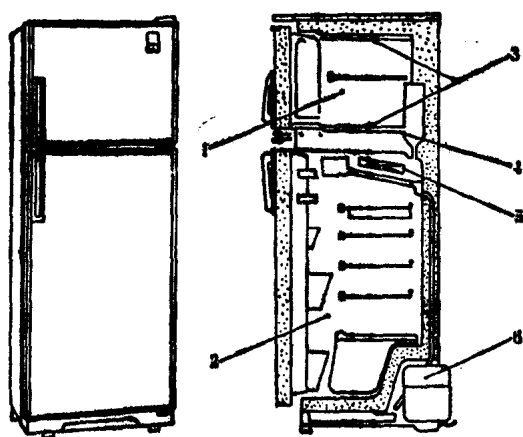
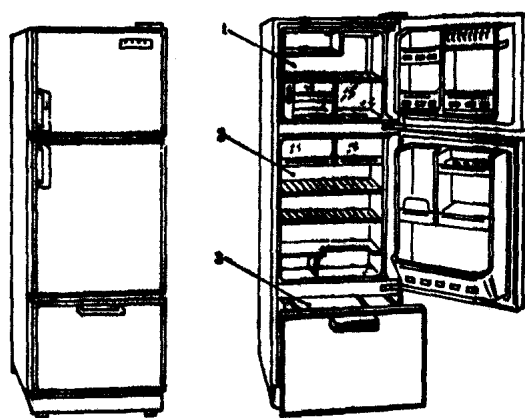

图1-1-4 直冷式冷藏冷冻箱
图1-1-5 三门冷藏冷冻箱
④冷藏冷冻箱：兼备冷藏保鲜和冷冻功能，冷藏室和冷冻室分别设门，温度分别为 $2\sim 8^{\circ}\text{C}$ 和 -18°C 以下。冷藏室下部设有果菜保鲜盒（见图1-1-4），有的将果菜保鲜另设一室并单独开门，形成三门电冰箱（见图1-1-5），使用更为方便。冷冻冷藏箱与单门普通冰箱相比，冷冻室容积较大，一般为总容积的30%左右，冷冻食品储期较长，可达三个月，但冷藏室相对地减小，耗电量较高，一般要比同容积的普通单门冰箱高50%以
(4) 按冷却方式分类
①直冷式电冰箱（见图1-1-4）：其冷冻室是由蒸发器自身构成，食品置于其中受蒸发器直接冷却，故称为“直冷式”。冷藏室内食品是靠冷空气自然对流进行冷却，因空气流速很低，所以干缩较慢。冷冻室由于食品与蒸发器直接接触，故冻结速度较快。
②间冷式冷藏冷冻箱：这是一种靠箱内空气强迫对流进行冷却的电冰箱，蒸发器采